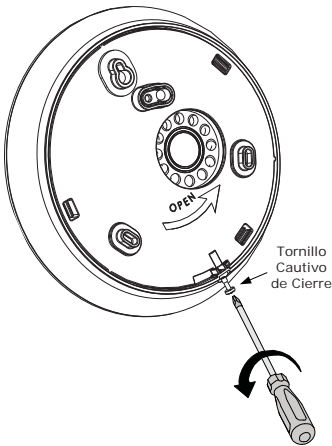

Fig. 1
1. Libere el tornillo cautivo del soporte de montaje (Fig. 1).